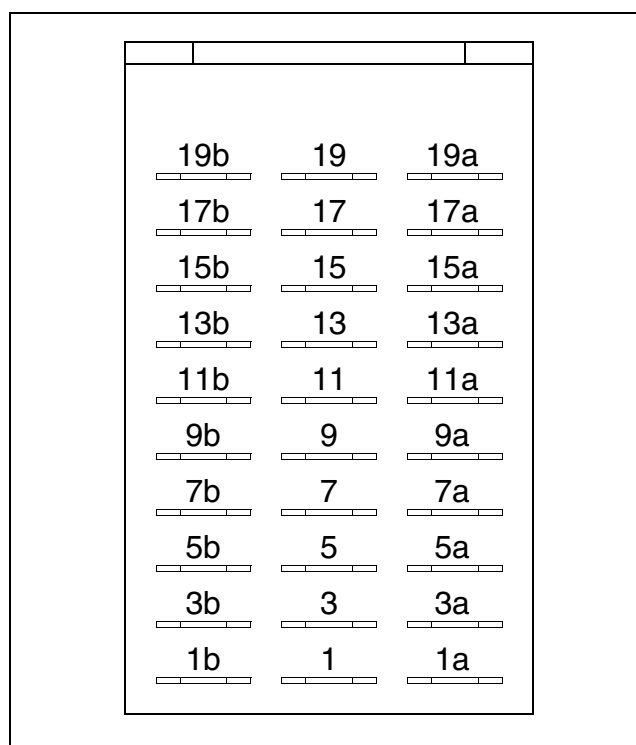

Figura 2
4. El temporizador mecánico está situado en el medio del módulo de control. El lado de los números impares del temporizador se usa para cambiar la duración de las fases individuales del ciclo. Consulte la *Figura 2*.